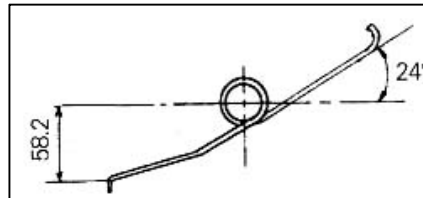

Figura 5-17
(9) Mida la longitud libre y la carga de instalación del resorte de trinquete (Figura 5-17); Cargas de instalación: 14,7 N